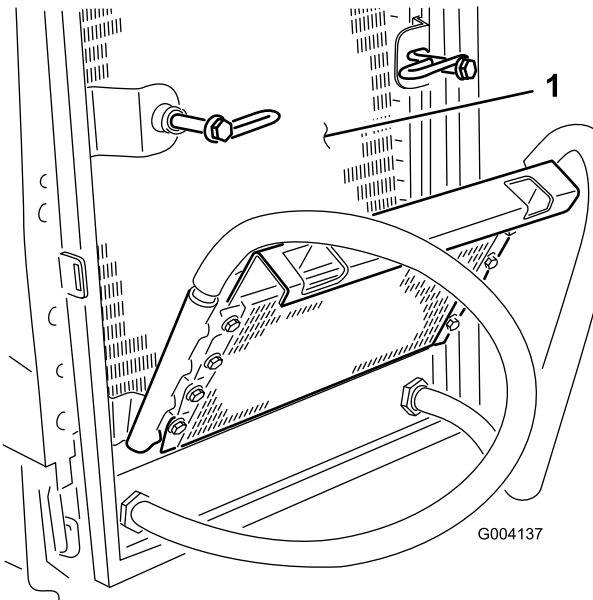

図 65
6. オイル・クーラとラジエターの裏表を図 65圧縮空気で丁寧に清掃する。